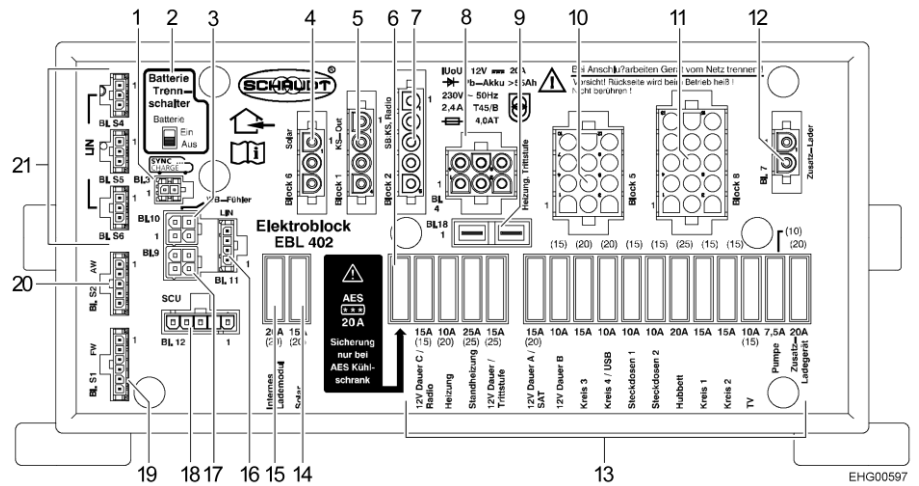

Bild 99 Elektroblock (EBL 402)
- Batterie-Trennschalter (Bild 99,2) am Elektroblock EBL 402 in Stellung "Aus" schieben.
- Batterie-Trennschalter (Bild 99,2) am Elektroblock EBL 402 in Stellung "Ein" schieben.
Einbauort Der Batterie-Trennschalter (Bild 99,2) befindet sich am Elektroblock.